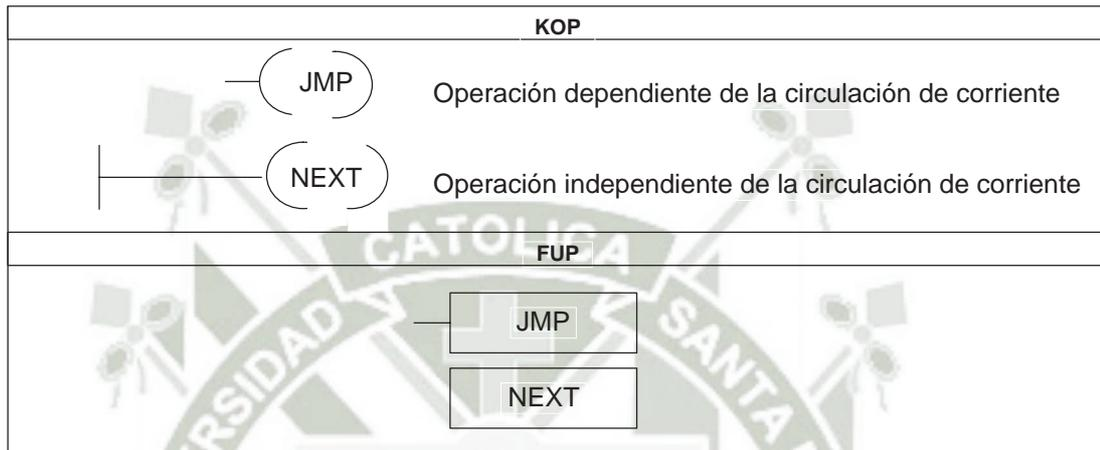

Figura 8-1 Diagrama KOP de entradas condicionadas e incondicionadas
**Entradas condicionadas e incondicionadas:** En KOP y FUP, un cuadro o una bobina que dependa de la circulación de corriente aparecerá sin conexión a ningún elemento a la izquierda. Una bobina o un cuadro que no dependa de la circulación de corriente se mostrará con una conexión directa a la barra de alimentación izquierda. La figura 8-1 muestra las entradas condicionadas e incondicionadas.